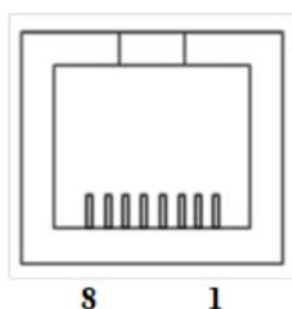

Рисунок 4 – Разъем консольного порта
- Индикатор питания - светодиодный индикатор электропитания (светит зеленым цветом при подаче постоянного тока напряжением от 12 до 24 В на разъем «24VDC» (см. рисунок 4));